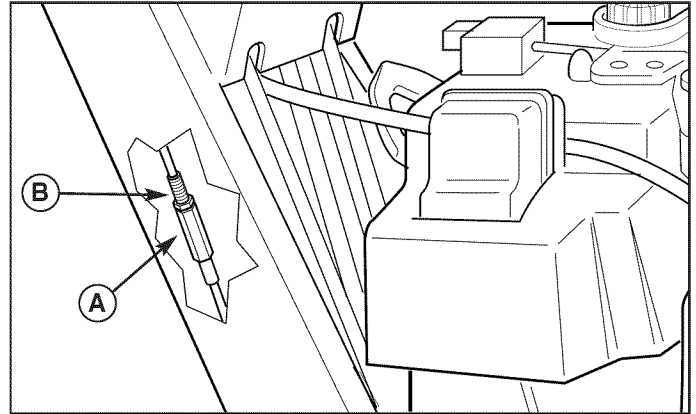

Figure 21. Cable Adjustment
2. Loosen the jam nut (B, Figure 21).
3. Turn the adjustment nut (A) to lengthen or shorten the cable. The cable should be tightened just until all slack is removed from the lever, however it must not engage the Easy Turn™ release without depressing the control lever.
2. Die Gegenmutter lösen (B, Abbildung 21).
3. Die Stellmutter (A) drehen, um den Seilzug zu verlängern oder zu verkürzen. Der Seilzug sollte so gespannt werden, dass der Hebel kein Spiel mehr aufweist. Dabei muss jedoch darauf geachtet werden, dass die Easy Turn(tm)-Freigabe nur beim Drücken des Bedienhebels betätigt wird.
2. Desserrer le contre-écrou (B, Figure 21).
3. Tourner l'écrou de réglage (A) de manière à allonger ou raccourcir le câble. Le câble doit être juste assez tendu pour éliminer tout jeu au niveau du levier, mais sans pour autant engager le mécanisme Easy Turn(tm) lorsque le levier de commande est au repos.